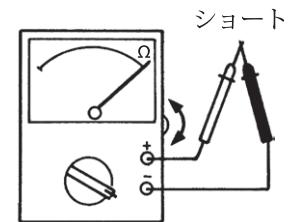

図5-7 ゼロオーム調整
- ①レンジスイッチを適切な Ω レンジに合わせます。
- ②赤色と黒色のテストリードをショートさせて、テ스트リード先端の溝同士をしっかりと合わせます。メーターの指針が Ω スケールの”0”を指示するように 0Ω 調整器を回します。この操作をゼロオーム調整といいます。〔図5-7〕